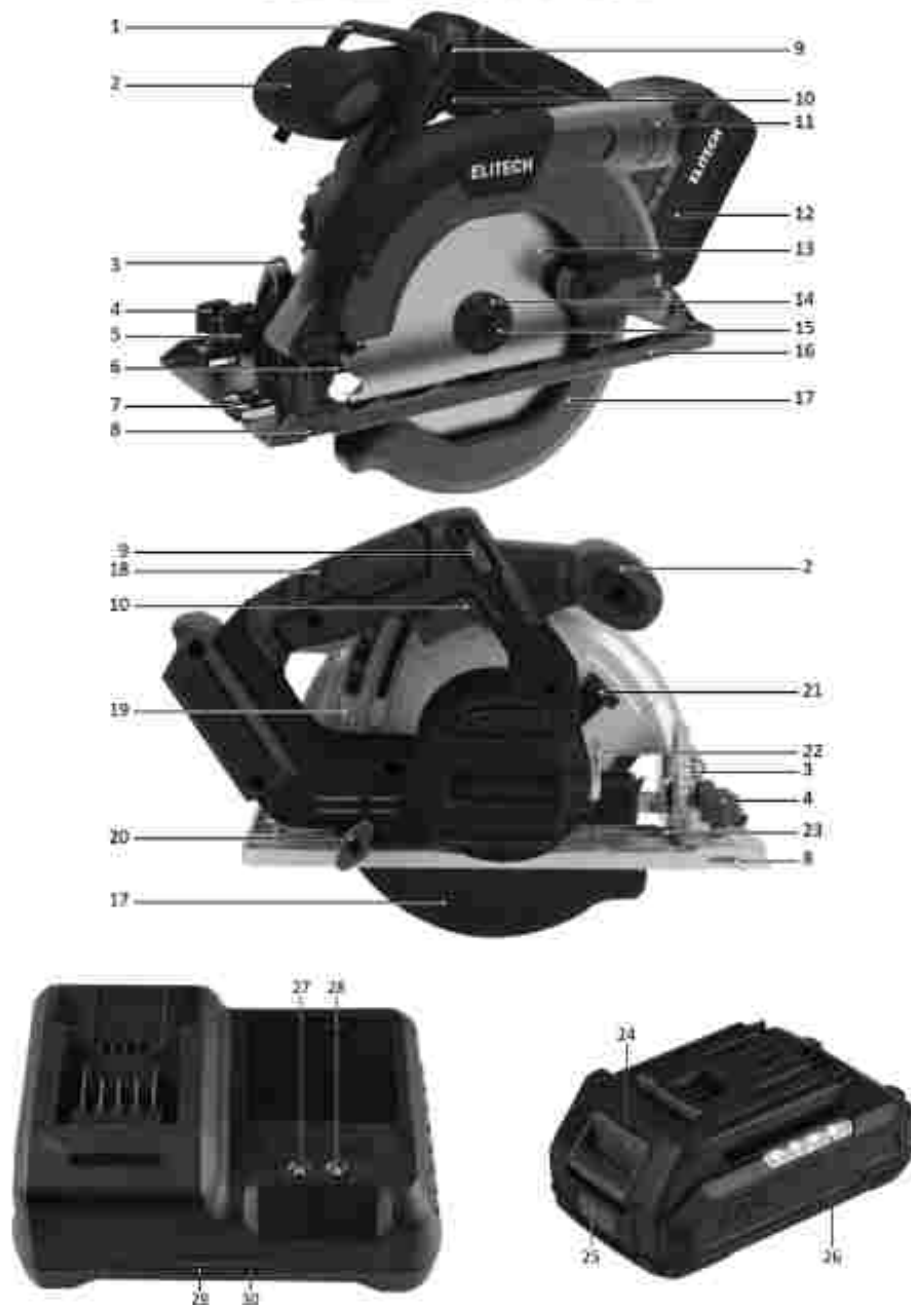

Рис. 1
Уровень заряда аккумулятора можно проверить кнопкой 25 (рис. 1). Результат отображается индикатором (26), имеющим 4 светодиода. Количество светящихся светодиодов информирует о уровне заряда:
1. Установить максимальную глубину пропила. Для этого нужно ослабить винт 20 (рис. 1) и опустить подошву (16) по кронштейну (19) до упора вниз. Для удобства замены диска винт (20) можно зафиксировать.
2. Зафиксировать шпindel рычагом фиксации (21) (нажать и удерживать).
3. С помощью ключа (22) открутить винт (15).
4. Отвести подвижный защитный кожух диска (17) вверх до упора и удерживать его в этом состоянии.
5. Снять прижимную шайбу (14) и пильный диск (13).
К патрубку 11 (рис. 1) можно подключить мешок для сбора опилок или шланг пылесоса для обеспечения более чистой и безопасной рабочей зоны.